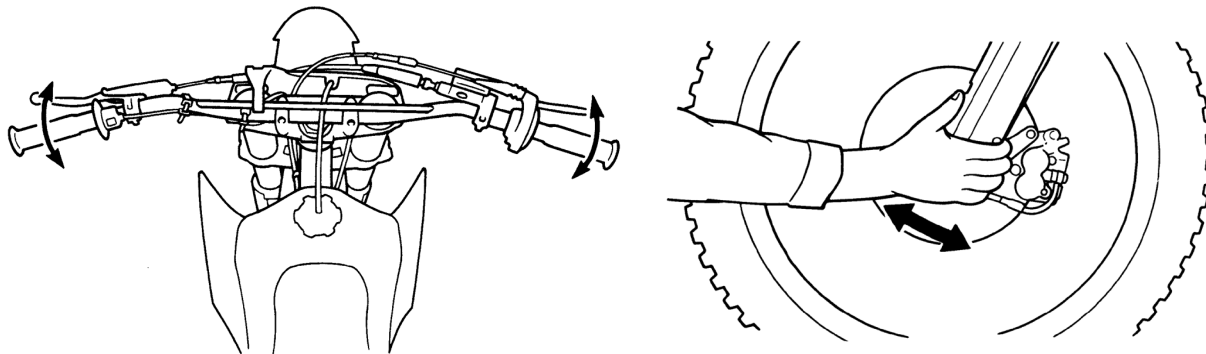

Рисунок 5.27. Проверка рулевой колонки.
2. Встаньте перед мотоциклом. Возьмитесь за вилку в районе передней оси (рис. 5.27) и потяните вилку по направлению к двигателю и обратно несколько раз. Если подшипники изношены, Вы почувствуете люфт или даже услышите щелчок / глухой удар.